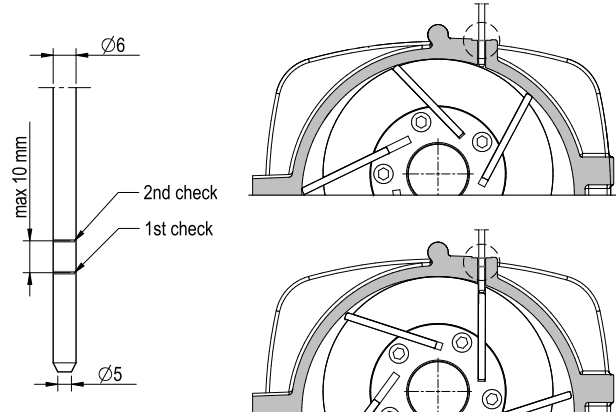

Abb. 6.3
- Einen Olmessstab Ø 6mm mit dem kegelförmigen Ende nach dem Pumpeninneren einsetzen (Messstab mitgeliefert). Siehe Abb. 6.3.